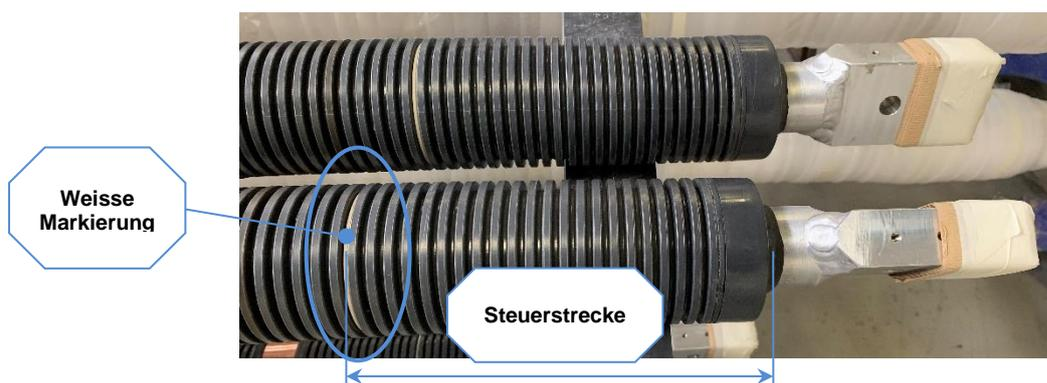

Abbildung 15: Steuerstreckenlänge von der weissen Markierung bis zum Ende der Isolation (DURESCA® DE Type)
- o DURESCA® DE: Steuerstreckenlänge = von der weissen Markierung bis zum Anschluss (Abbildung 15).